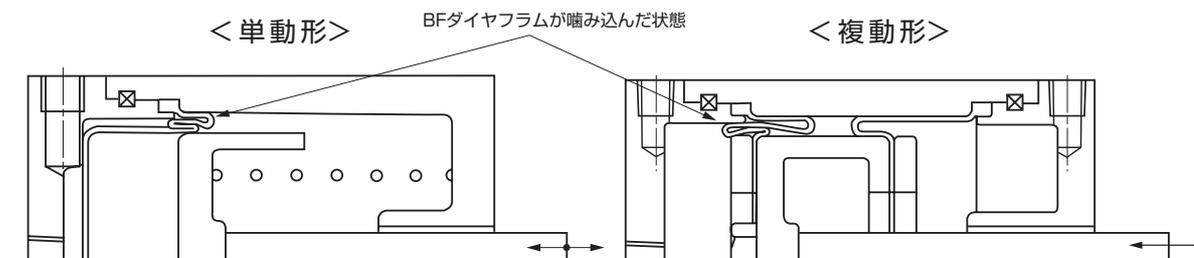

Fig.3
- a) BFダイヤフラムの噛み込みを起こさないように、無圧状態で外部からロッドを動かさないで下さい。(Fig.3)